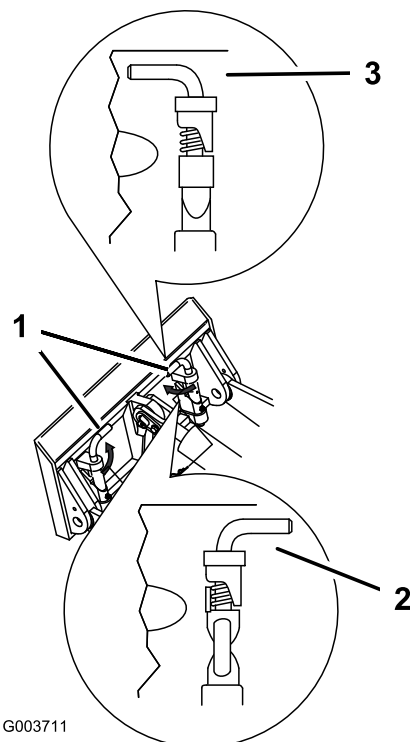

Figura 23
7. Acople los pasadores de enganche rápido, asegurándose de que están correctamente introducidos hasta el fondo en la placa de montaje (Figura 23).